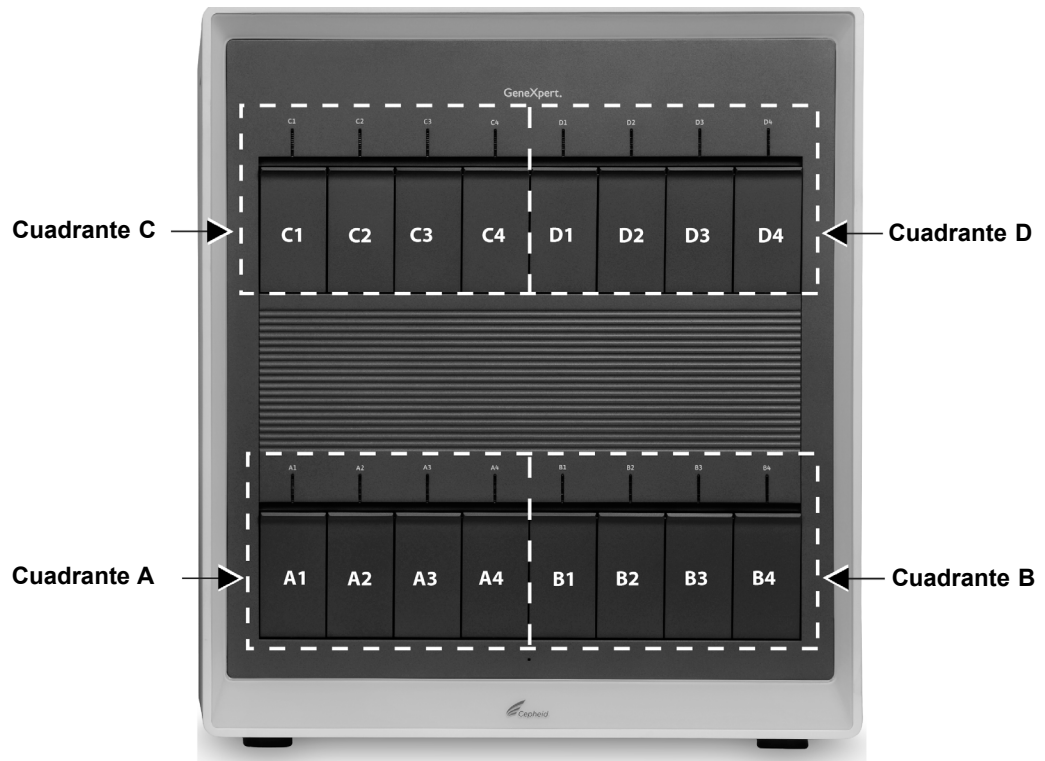
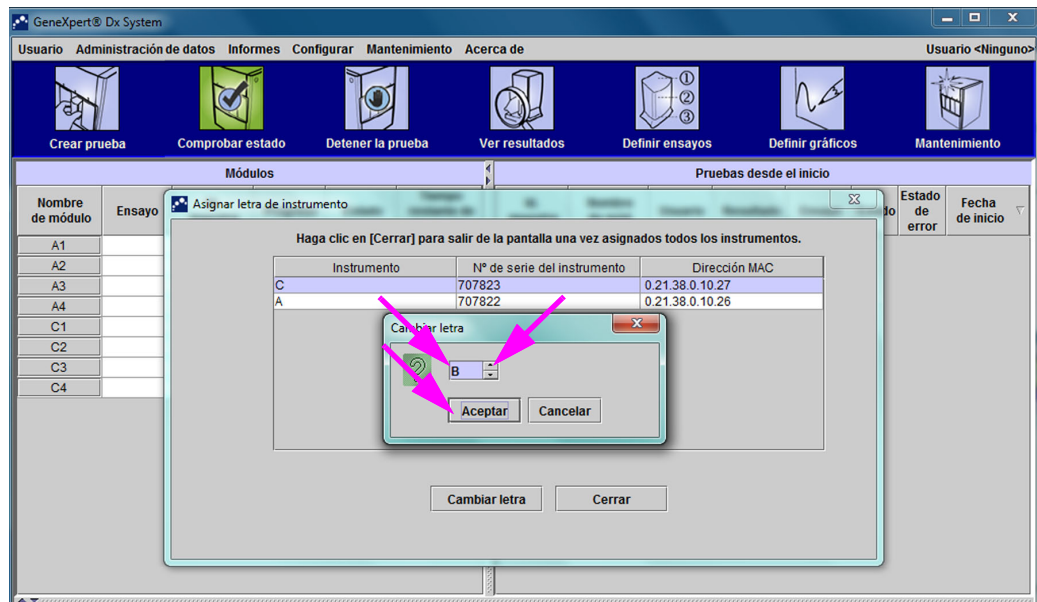

Figura 2-62. Letras asignadas a cuadrantes (se muestra el GX-XVI)
Figura 2-68. Ventana GeneXpert Dx System con el cuadro de diálogo superpuesto Cambiar letra
El software del GeneXpert Dx asigna automáticamente una letra (A, B, C o D) para identificar cada cuadrante del instrumento GeneXpert GX-XVI conectado al ordenador. La figura 2-62 muestra cómo ve el sistema cada cuadrante del GX-XVI.
Aparece el cuadro de diálogo Cambiar letra, tal como se ilustra en la figura 2-68. Seleccione la letra que se asignará al módulo o módulos con las teclas de flecha arriba y abajo del cuadro de diálogo Cambiar letra. Seleccione la letra que corresponda al cuadrante definido por los cuatro módulos parpadeantes. Por ejemplo, si parpadea el grupo de módulos de la parte inferior derecha (cuadrante B en la figura 2-62), seleccione **B** como la nueva letra.
5. Después de cambiar la letra de asignación, haga clic en **Aceptar**. Consulte la figura 2-68.